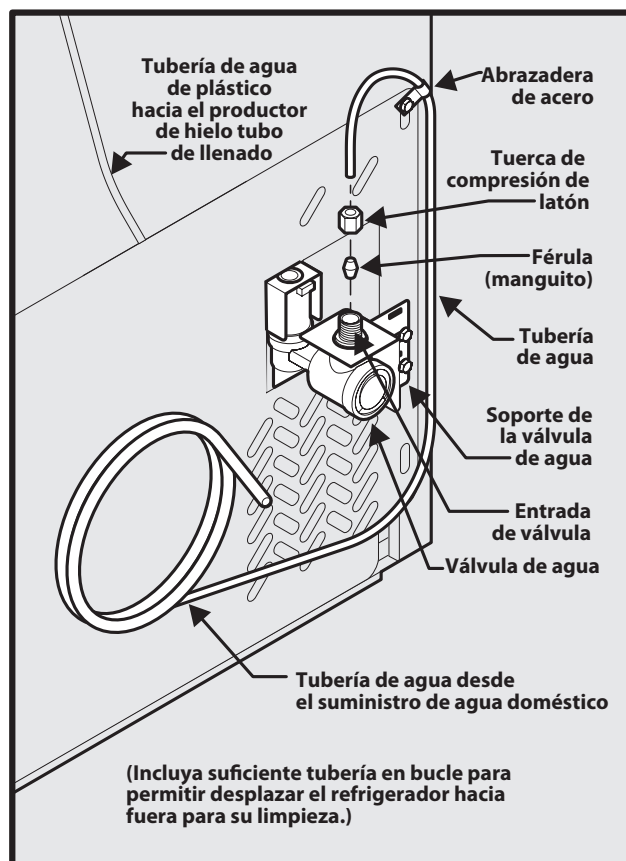

Figura 1
4. **Si usa tuberías de cobre:** deslice la tuerca de compresión de latón y luego la férula (manguito) en la tubería de suministro de agua. Empuje la tubería de suministro de agua hacia dentro de la entrada de la válvula de agua lo más posible ($\frac{1}{4}$ de pulgada/6,4 mm). Deslice la férula (manguito) en la entrada de la válvula y apriete manualmente la tuerca de compresión en la válvula. Apriete otra media vuelta con una llave; NO apriete en exceso. Consulte la Figura 1.
Si usa tuberías de acero inoxidable: la tuerca y la férula ya están armadas en la tubería. Deslice la tuerca de compresión hacia dentro de la entrada de la válvula y apriete manualmente la tuerca de compresión sobre la válvula. Apriete otra media vuelta con una llave; NO apriete en exceso. Consulte la Figura 1.